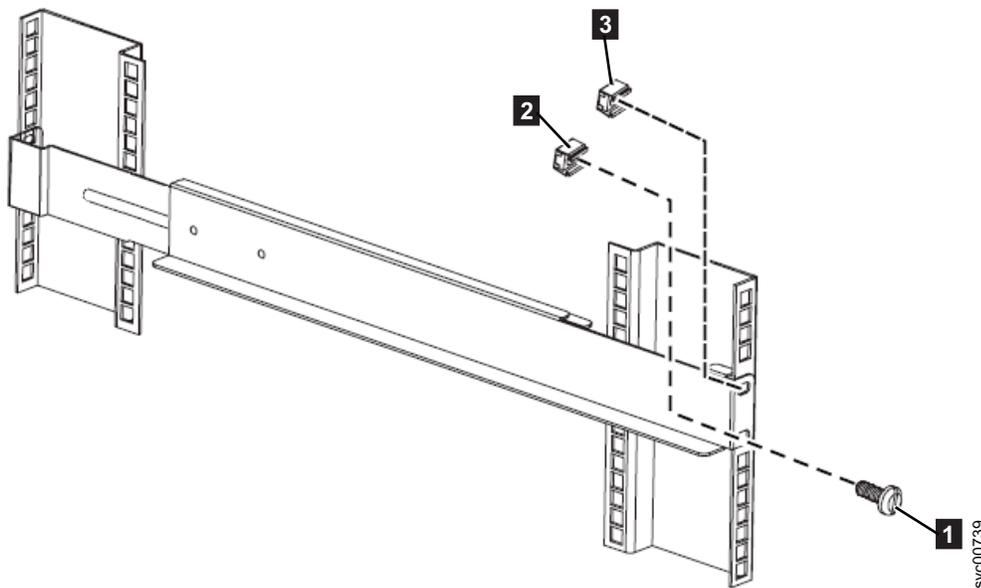

図 327. 2145 UPS-1U レール前部のラックへの取り付け
7. 2つのクリップ・ナット **2** および **3** をラック前面に取り付けます。次に、M6 x 10 ねじ **1** を 1つだけ使用して、370ページの図 327 に示すようにレールを底部取り付け穴に取り付けます。